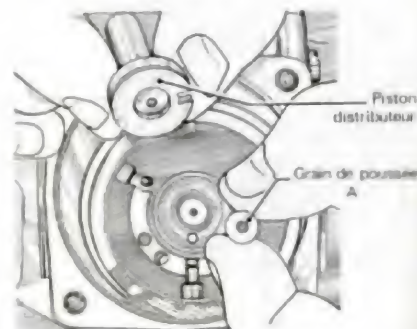

Fig. 32.
- Poser, au centre du disque à cames, un grain de poussée « sec » (fig. 32).
- Comparer celle-ci avec la cote « K » prescrite sur la fiche d'essais, point 3 (cotes). Compenser en changeant le grain de poussée (A) (fig. 32).